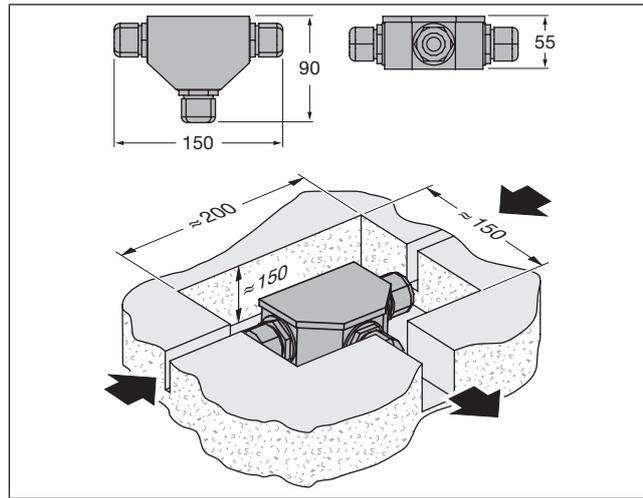

Abb. 3
- Induktionsschleifen sind mit einer Anschlussdose ausgestattet. An der Anschlussdose ist die Verbindungsleitung für die Signalübertragung zur Steuerung angeschlossen. Die Verbindungsleitung besteht aus einem Spezialkabel mit Standardlänge 15 m. Sie können auch Induktionsschleifen mit längerer Verbindungsleitung bestellen (Abb. 3).